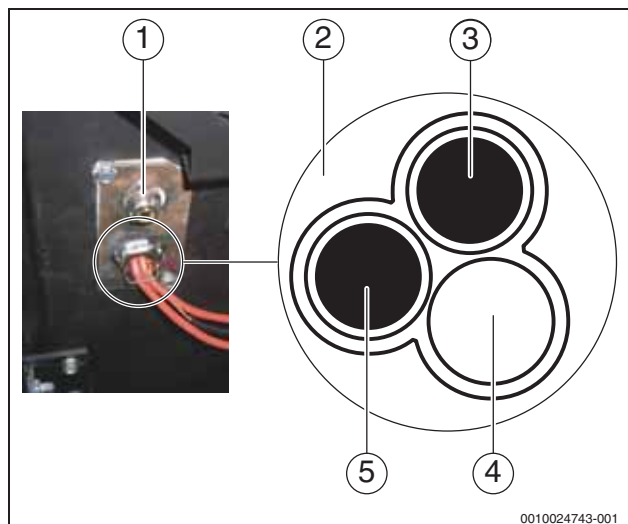

Bild 14 Entlüftung und Fühleranschlüsse an der Tauchhülse des Wodtke Primärofens water +
- Beim Anschluss des Funktionsmoduls AM200 wird der Temperaturfühler TA1 des AM200 (6-mm-Fühler) zusätzlich zum internen Kesseltemperaturfühler FKY in die Tauchhülse des Wodtke Primärofens water + installiert (→ Bild 14).